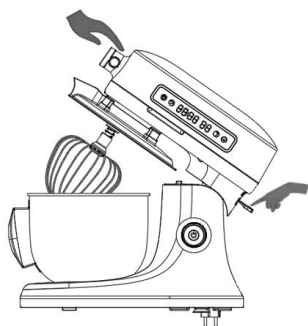

Figura 3
2. Levante el cabezal, coloque la cubeta en la base y gire en el sentido de las agujas del reloj para bloquearla (consulte las instrucciones de instalación para conocer el funcionamiento específico) en la figura 3.
3. Coloque el batidor en el receptáculo para accesorios (consulte las instrucciones de instalación para el funcionamiento específico) de la figura 3.
9. Empuje el cabezal hacia la derecha y sujete la carcasa superior para completar la figura 3.